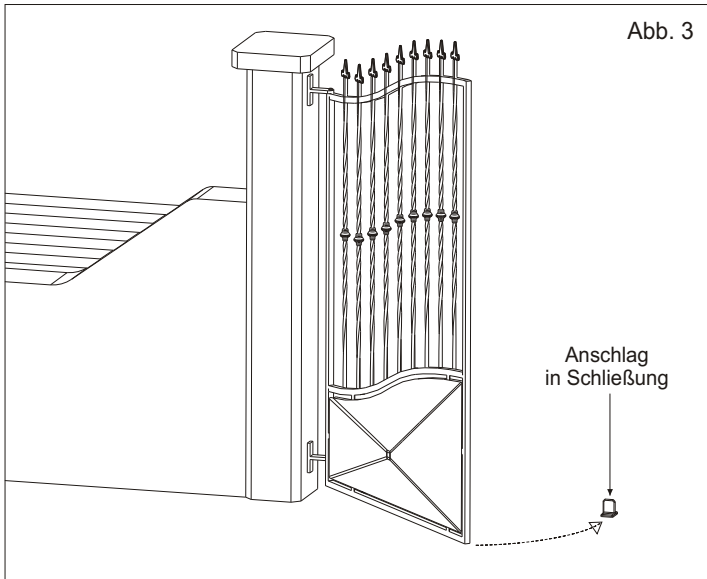

Abb. 3
- Bei Flügelängen über 1,8 m und mit über 150 kg Gewicht, wird empfohlen einen mechanischen Bodenanschlag in Schließung anzubringen (Abb. 3).